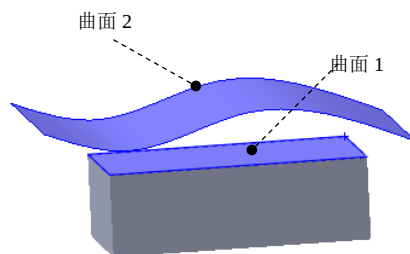

图 5.9.8 定义替换的目标面
Step3. 定义替换的目标面。选取图 5.9.8 所示的曲面 1 为替换的目标面。
Step4. 定义替换面。单击“替换面 2”对话框  后的列表框，选取图 5.9.8 所示的曲面 2 为替换面。